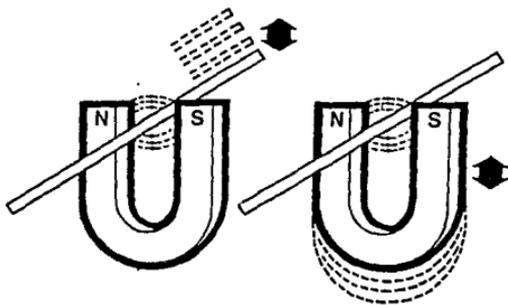

fig. 2.18. Inducción de voltaje en un alambre.
La fig. 2.18 muestra como se induce un voltaje en un alambre de cobre moviéndolo a través del campo magnético de un imán de herradura. También se produce una corriente moviendo el imán y teniendo quieto el alambre. El voltaje inducido no es de corriente continua (CC), sino uno que constantemente cambia de polaridad. Este tipo de corriente se llama corriente alterna (CA).